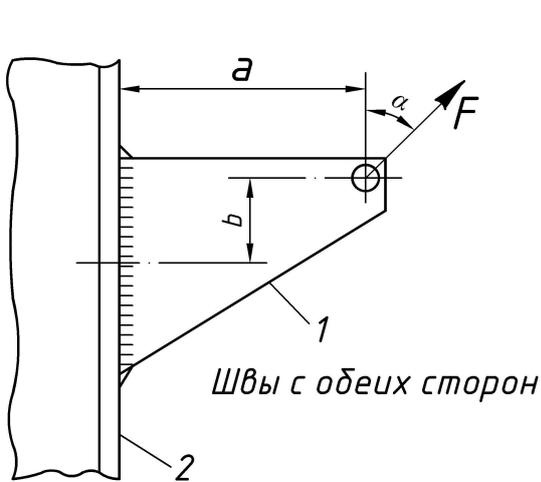

Рис. 8.1. Расчетная схема к задаче № 1
1. Рассчитать сварное соединение листа 1 с уголком 2 (рис. 8.1) по данным табл. 8.1